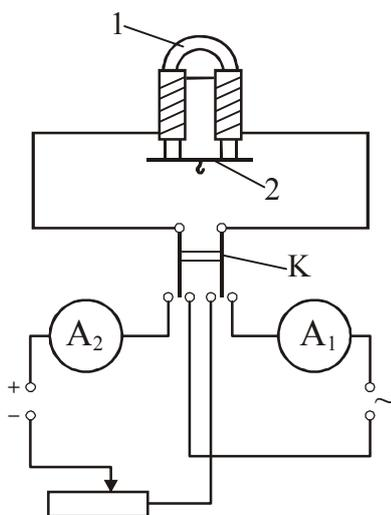

Рисунок 1
Схема экспериментальной установки представлена на рис. 1. Установка состоит из электрических цепей постоянного и переменного токов. Переменный ток используется для размагничивания сердечника электромагнита 1. Сила тока в этой цепи регистрируется амперметром A_1 и регулируется лабораторным автотрансформатором (ЛАТР). Цепь постоянного тока состоит из источника тока, реостата и амперметра A_2 . Эта цепь используется для намагничивания электромагнита. Сила тока в ней изменяется реостатом. С помощью переключателя К электромагнит можно включать в цепь постоянного или переменного тока. Установка снабжена якорем 2 и пятью грузами, масса которых известна.
Подъёмной силой электромагнита называется сила притяжения якоря 2 электромагнита к сердечнику 1 (рис. 1). В данной работе подъёмная сила F электромагнита равна весу грузов, которые удерживает электромагнит:
1. Собрать электрическую цепь по схеме (рис. 1).